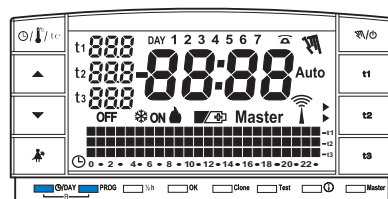

fig. 27
- Para cancelar los datos registrados presionar (por 2 seg.) las teclas **☺/DAY** y **PROG.**. En la pantalla aparecen todos los segmentos iluminados (autotest general (fig. 27/28)).